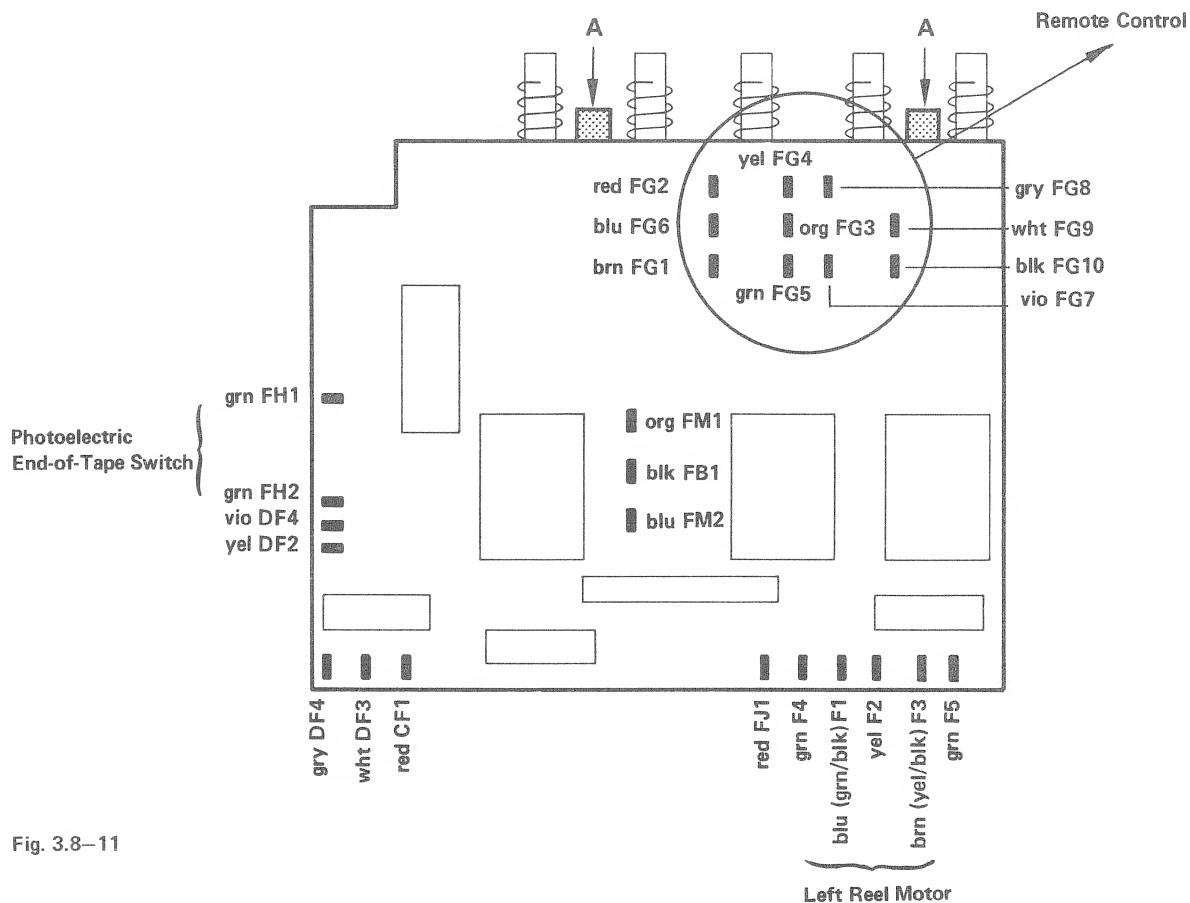

Fig. 3.8—11
- Undo screws A(fig. 3.8—11). Pull control board down - ward.